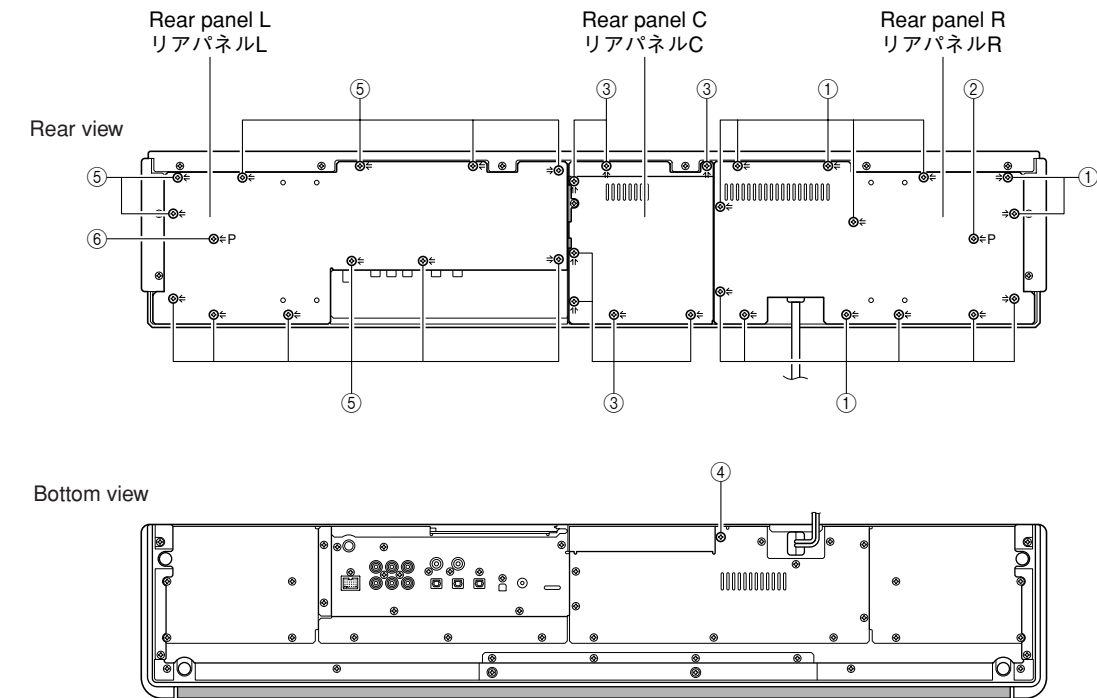

Fig. 1
- Remove 13 screws (①) and screw (②). (Fig. 1)
- Remove rear panel R. (Fig. 1)
- Remove 7 screws (③) and screw (④). (Fig. 1)
- Remove rear panel C. (Fig. 1)
- Remove 12 screws (⑤) and screw (⑥). (Fig. 1)
- Remove rear panel L. (Fig. 1)
- ①のネジ13本、②のネジ1本を外します。(Fig. 1)
- リアパネルRを取り外します。(Fig. 1)
- ③のネジ7本、④のネジ1本を外します。(Fig. 1)
- リアパネルCを取り外します。(Fig. 1)
- ⑤のネジ12本、⑥のネジ1本を外します。(Fig. 1)
- リアパネルLを取り外します。(Fig. 1)